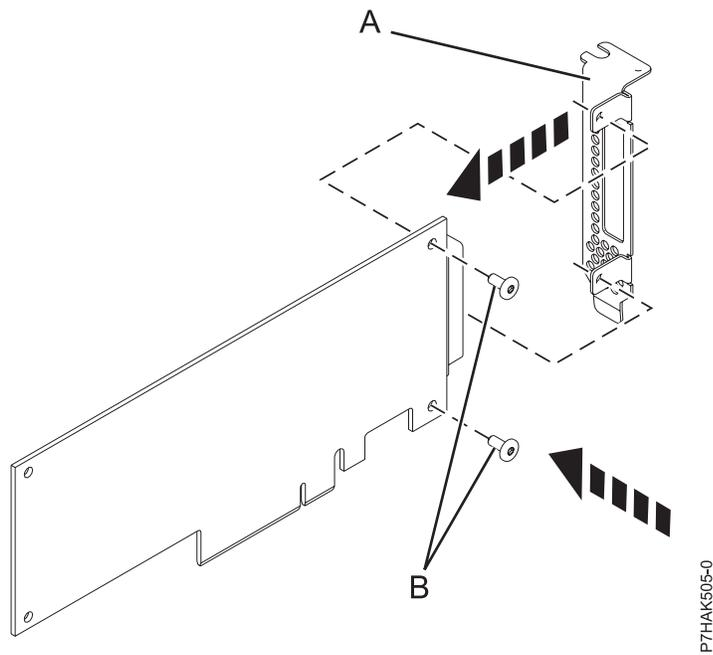

Figura 13. Conectando o suporte sobre trilhos de perfil baixo para um adaptador PCI
11. Utilizando uma chave de fenda Phillips e os dois parafusos de retenção (B), conecte o suporte sobre trilhos (A) do adaptador PCI com defeito para o novo adaptador PCI. Consulte Figura 13 na página 26.